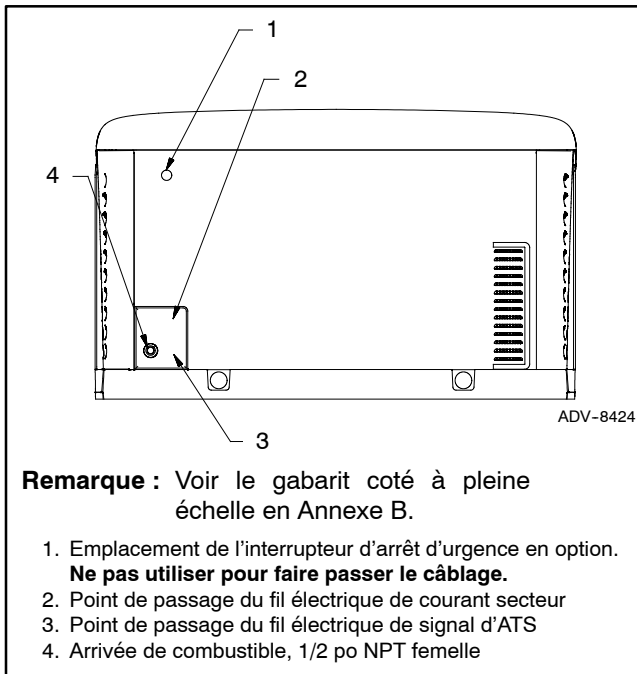

Figure 1-16 Emplacements des passages de fils électriques
Percer ou poinçonner des trous dans l'enceinte pour les conduits électriques aux emplacements indiqués à la Figure 1-16. Un gabarit d'emplacement des trous à pleine échelle est fourni en Annexe B. Voir page 60.
1. Percer les trous pour les raccords de conduit. Voir les emplacements préconisés pour les traversées électriques à la Figure 1-16 et en Annexe B. Tirer les câbles à travers les ouvertures.